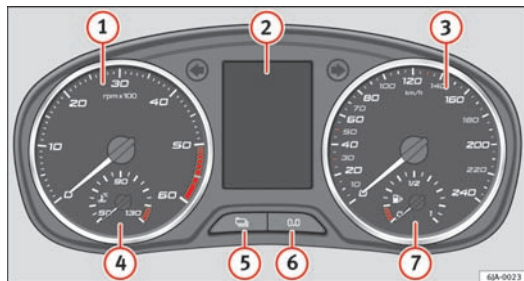

Fig. 31 Kombiinstrument
Det røde område på omdrejningstællerens skala ① ⇒ Fig. 31 ⇒ Side 53 viser det område, hvor motorstyreenheden begynder at begrænse motoromdrejningstallet. Motorstyreenheden begrænser motoromdrejningstallet til en sikker grænseværdi.
Kølevæsketermometret ⇒ Fig. 31 ⇒ Side 53 virker kun, når tændingen er tilsluttet.
Tankmåleren ⇒ Fig. 31 ⇒ Side 53 virker kun, når tændingen er tilsluttet.
Tryk på knappen **6**, og hold den nede for at nulstille triptælleren ⇒ Fig. 31 ⇒ Side 53.
Det resterende antal kilometer og dage indtil næste serviceeftersyn kan til enhver tid blive vist ved at trykke på knappen **5**, når tændingen er tilsluttet ⇒ Fig. 31 ⇒ Side 53.
Du kan nulstille serviceindikatoren ved at trykke på knappen **6** ⇒ Fig. 31 ⇒ Side 53.
Du kan indstille uret ved hjælp af knapperne ⑤ og ⑥ ⇒ Fig. 31 ⇒ Side 53.